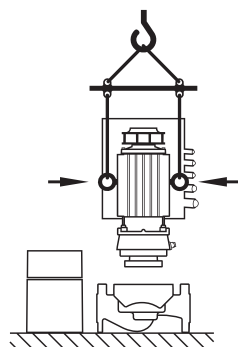

Fig. 9: Transport av motorn
- Vid behov, t.ex. vid reparationer, kan transportöglorna flyttas från motorflänsen till motorhuset (se t.ex. Fig. 9). Innan transportöglorna monteras på motorhuset ska distansringarna skruvas ut ur öppningarna för transportöglorna (Fig. 7, pos. 20b) (se kapitel 10.2.1 "Byte av mekanisk tätning" på sidan 46).
- Om transportöglorna har tagits bort från motorflänsen och monterats på motorhuset får de endast användas för att lyfta och transportera instickssatsen (Fig. 9) och inte för att transportera hela pumpen eller för att lossa instickssatsen från pumphuset.